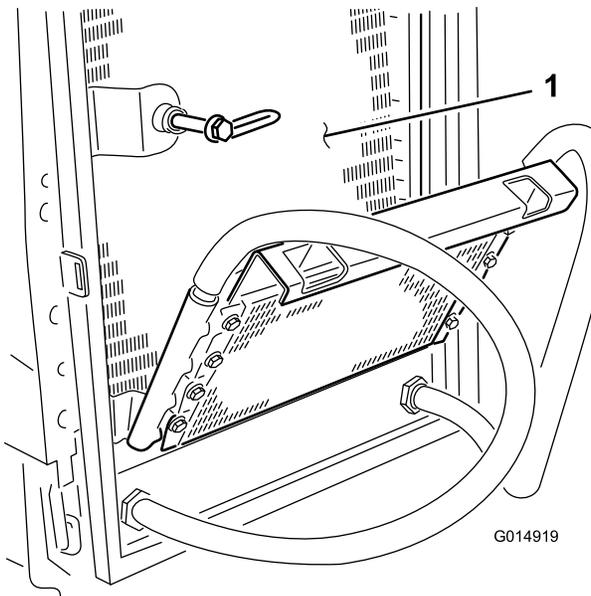

Figura 44
7. Limpe os dois lados do dispositivo de arrefecimento de óleo e o radiador (Figura 44) com ar comprimido.